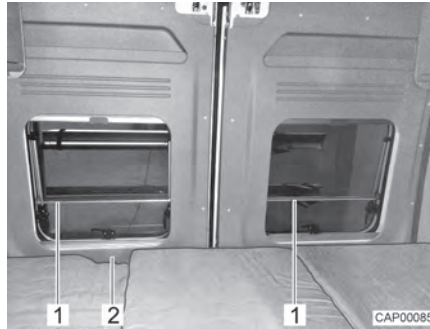

Bild 49 Herausfallschutz (Längsheckbett)
- ▷ Die Fenster der Hecktüren sind mit einem Herausfallschutz (Bild 49,1) ausgestattet. Die Hecktür kann über den Durchgriff (Bild 49,2) von innen geöffnet werden.